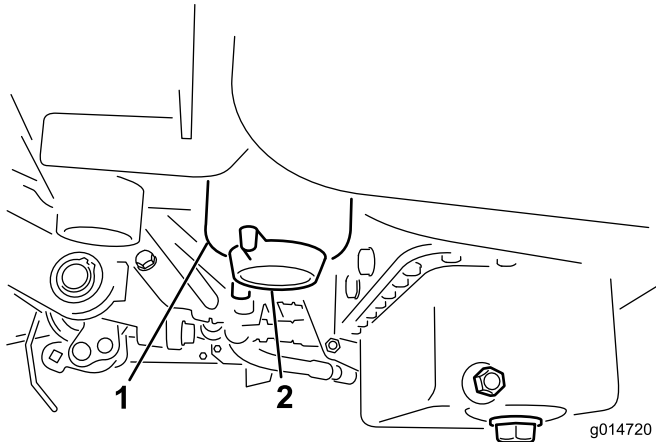

图34
3. 打开燃油滤清器上的排油塞，大约旋转一周，排干积水（图34）。排干之后拧紧排油塞。